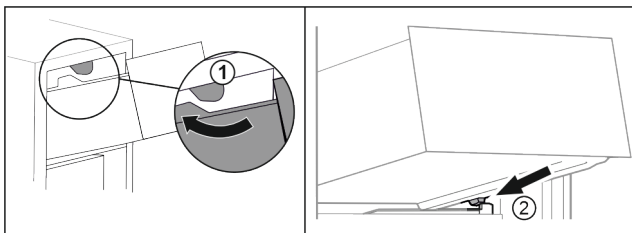

Fig. 102
- ▶ Ved'te zásuvku podél horních zarážek. Fig. 102 (1)
- ▶ Nasad'te zásuvku šikmo za dolní zarážky na žebrování na nádoby. Fig. 102 (2)